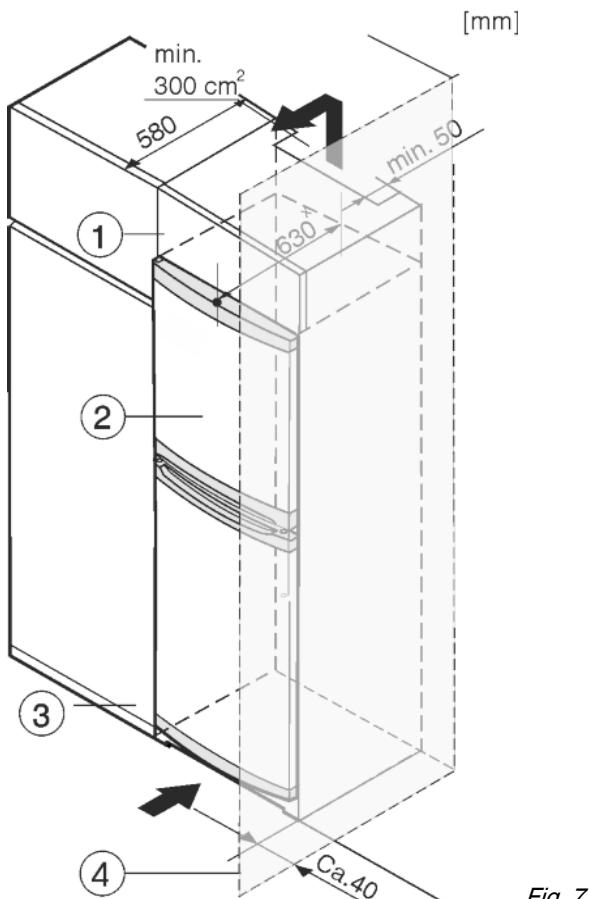

Fig. 7
- (1) Колонна на столешнице
(2) Устройство
(3) Кухонный шкаф
(4) Стена
Устройство может быть окружено кухонными шкафами. Чтобы уравнивать устройство Fig. 7 (2) по высоте с кухонной стенкой, можно установить над устройством дополнительный шкафчик Fig. 7 (1).
При комбинировании с кухонными шкафами (глубина макс. 580 мм) устройство можно установить непосредственно рядом с кухонным шкафом Fig. 7 (3). Устройство выступает сбоку на 34 мм^x и по центру на 50 мм^x относительно передней стенки кухонного шкафа.
Если устройство установлено на шарнирах у стены Fig. 7 (4), то расстояние между устройством и стеной должно быть не менее 40 мм. Настолько выступает ручка при открытой дверце.